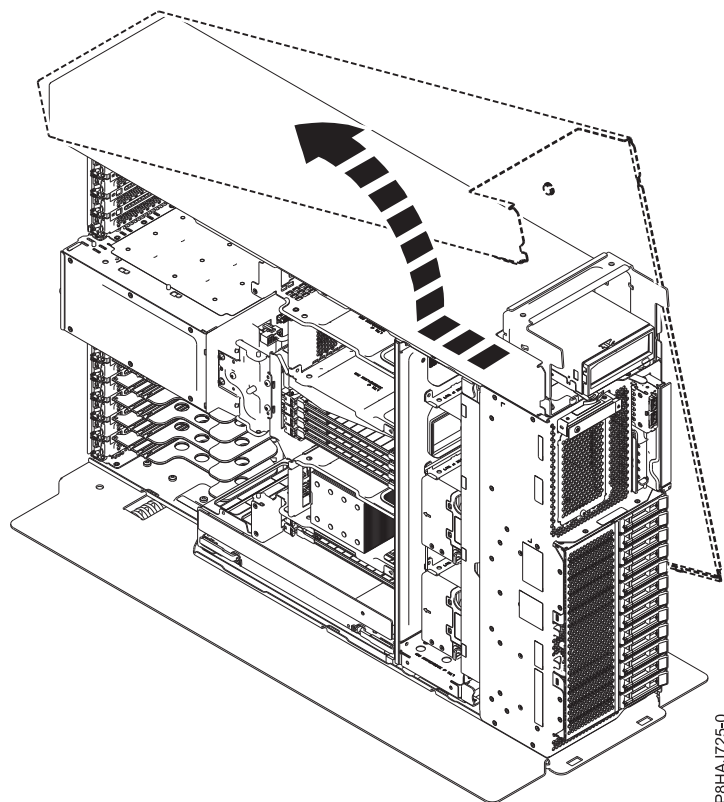

Figura 26. Remover a tampa lateral de 8286-41A
5. Deslize a tampa lateral para fora do sistema na direcção demonstrada em Figura 26.